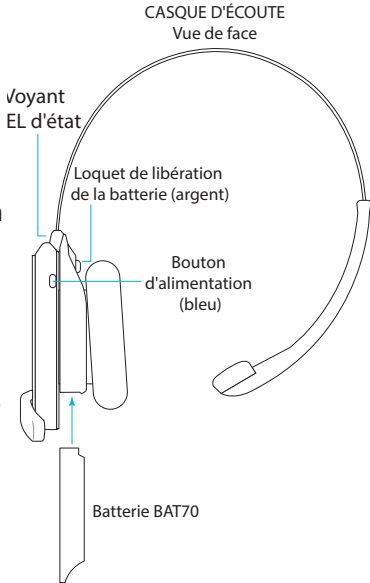

Fig. 3.2
- Installez une batterie BAT70 chargée dans le casque et appuyez sur le bouton d'alimentation pour l'allumer (voir Fig. 3.2). Les DEL clignotent en vert et rouge.